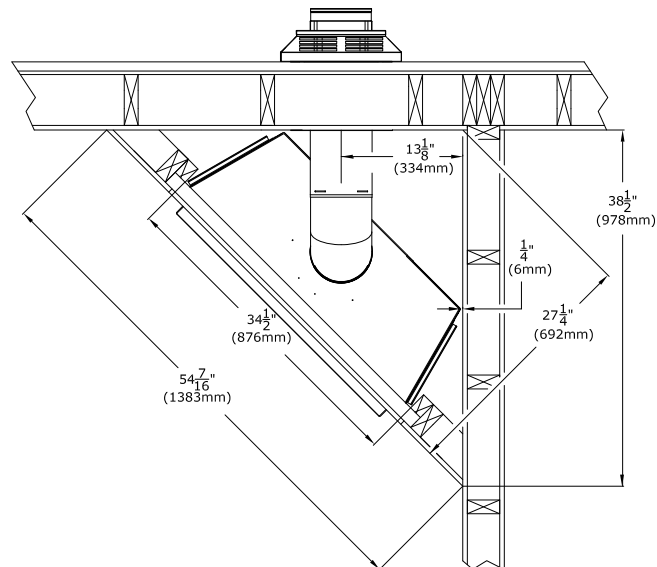

Figure 3.3 - Installation typique de l'appareil
- Voir la figure 3.3 sur les pages suivantes pour les options d'installation standard typiques.